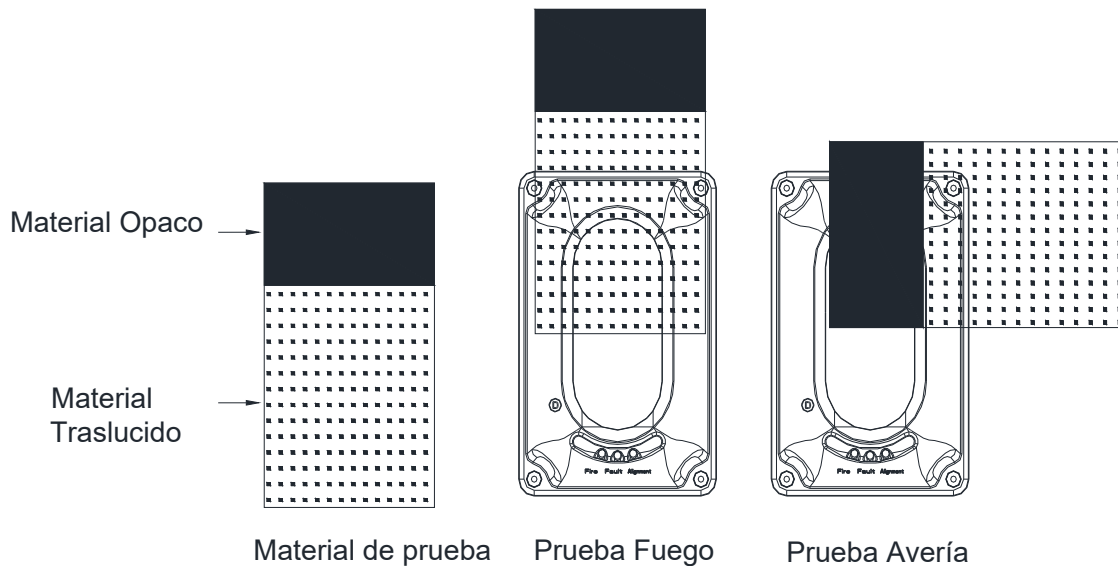

Figura 13: Prueba
- a. Usando el material suministrados, cubra la mitad de la barrera usando la parte opaca del material. Inmediatamente después se encenderá el LED amarillo, lo que indica la señal de Avería. [El relé de alarma de Avería GZ1 y GZ2] se enclavará para cerrar normalmente]. Consulte la Figura 13.